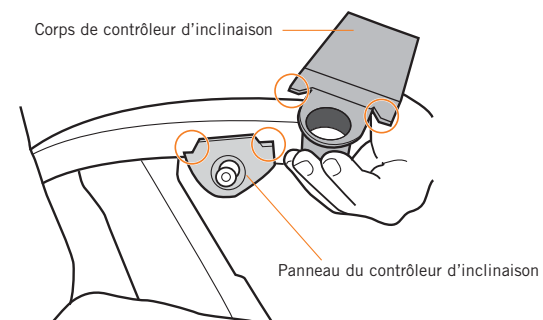

Fig.7
2. **PC-600/610:** Veuillez prendre note de la forme du haut du panneau de commande d'inclinaison et de la forme correspondante du boîtier de contrôleur d'inclinaison (Fig. 7).